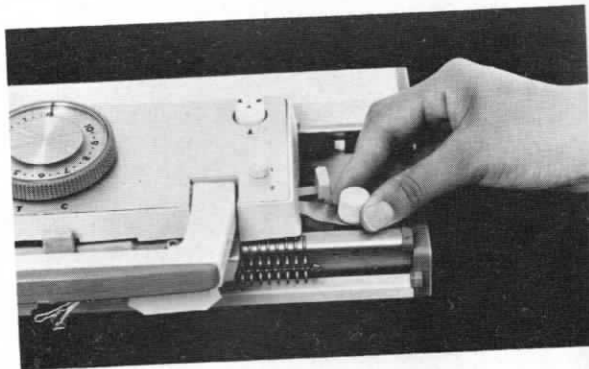

Fig. 10
6. Aflojar el tornillo de bloqueo del carro y levantarlo de la máquina (Fig. 10).